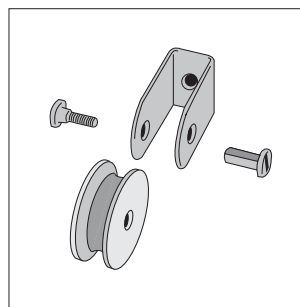

fig.2
- a) Das Befestigungsloch der Zugrolle durch Losschrauben des Bolzen, der die Scheibe festhält, öffnen (Abb.2) und die Rolle an der Decke mit einem geeignetem Dübel befestigen.
- per accedere al foro di fissaggio della carrucola di scorrimento, svitare il perno che serra la rotella (fig.2). Quindi fissarla al soffitto con un idoneo tassello.